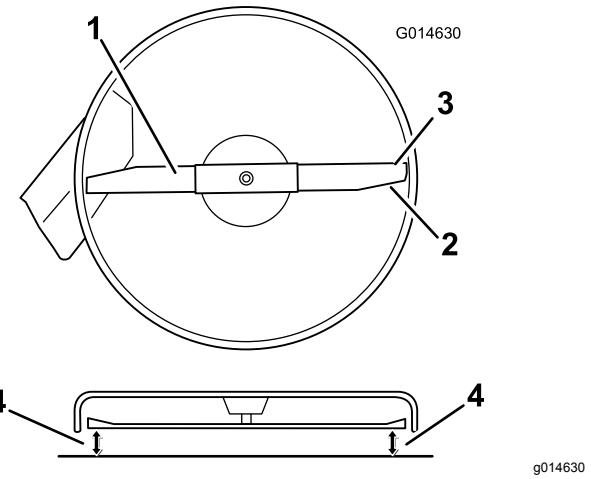
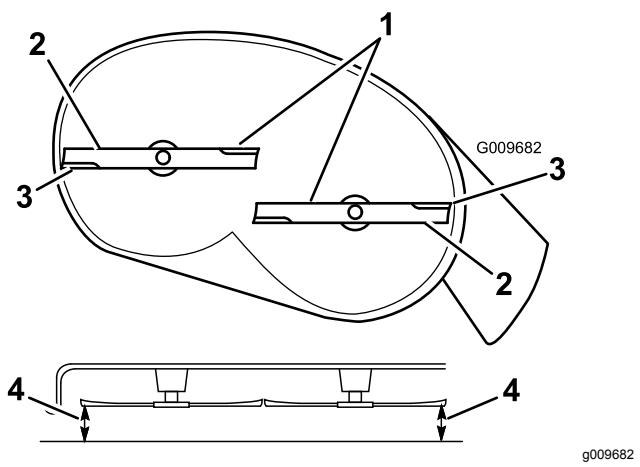

Рисунок 64
Рисунок 65
4. Осторожно поверните нож (ножи), чтобы расположить их в поперечном направлении (Рисунок 64 и Рисунок 65).
5. Измерьте расстояние от наружных режущих кромок до плоской поверхности (Рисунок 64 и Рисунок 65).